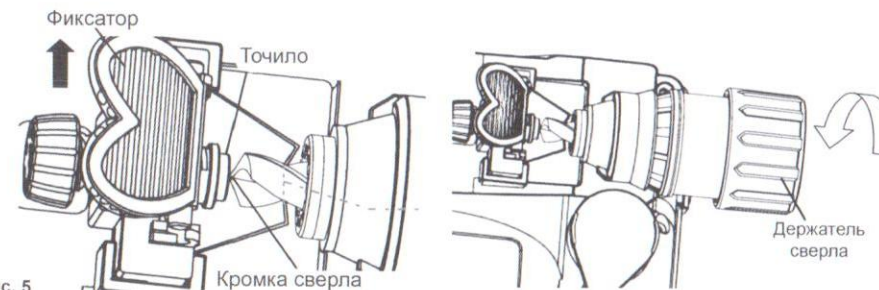

Рис. 5
- Вставив держатель по направляющей, в гнездо для центрирования сверла, предварительно нажав на кнопку зажима сверла (См. Рис.5), надавите на хвостовик сверла и продвиньте сверло вперед до упора, отпустите кнопку зажима сверла, затяните сверло, вращая нижнюю подвижную часть держателя сверла по часовой стрелке.